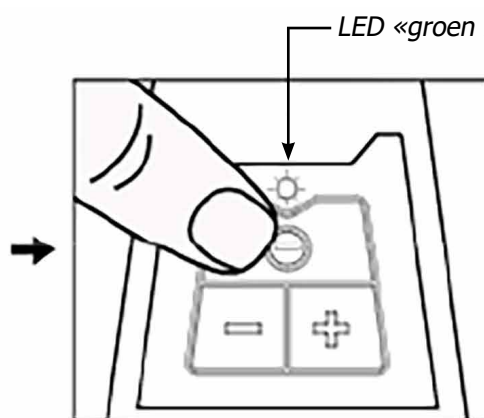

Fig. 2
- Druk op de aan/uit knop «O» om de schuurmachine aan te zetten. Na het inschakelen van de schuurmachine toont het LED lampje de kleur «knipperend groen», (Fig. 2).